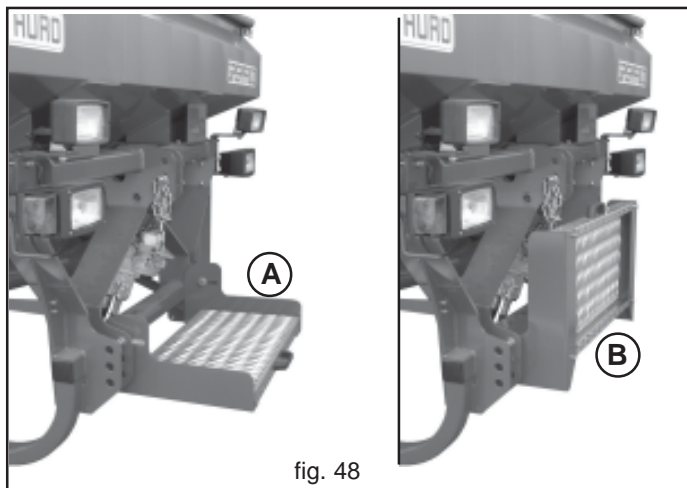

fig. 48
Bei manuellem Beladen ist das Trittbrett (A, Abb. 48) zu verwenden, um Zugang zum Trichter des Anbaugeräts zu erhalten. Das Trittbrett sowohl bei der Arbeit als beim Straßentransport immer wie auf Abbildung 48 (B) dargestellt zusammenklappen